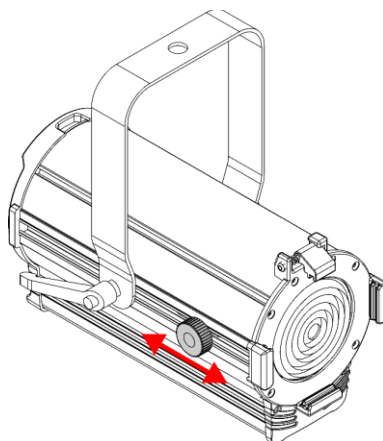

Fig. 18
- 01) Ruotare il **comando dello zoom (05)** in senso antiorario per allentarlo.
- 02) Far scorrere il **comando dello zoom (05)** in avanti o indietro per ottenere l'angolo di emissione desiderato (vedere la Fig. 18).
- 03) Dopo aver regolato l'angolo del fascio, ruotare il **comando dello zoom (05)** in senso orario per serrarlo. Non serrarlo eccessivamente.